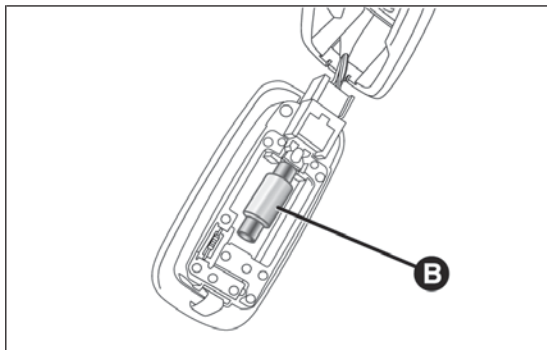

fig. 198
- ❑ sustituir la lámpara B fig. 198 soltándola de los contactos laterales;